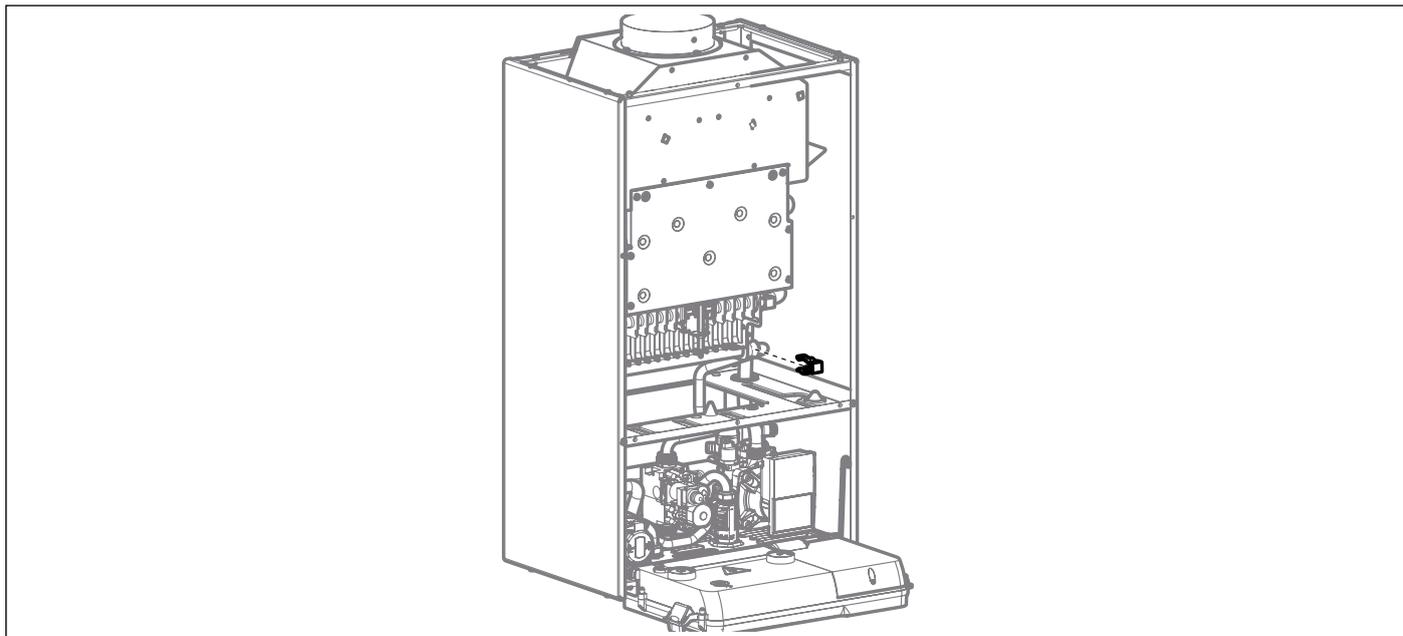

Fig. 25 Molla di connessione rapida
- Rimuovere la molla di connessione rapida che fissa il tubo del gas al collettore del bruciatore (vedi Fig. 25 Molla di connessione rapida).